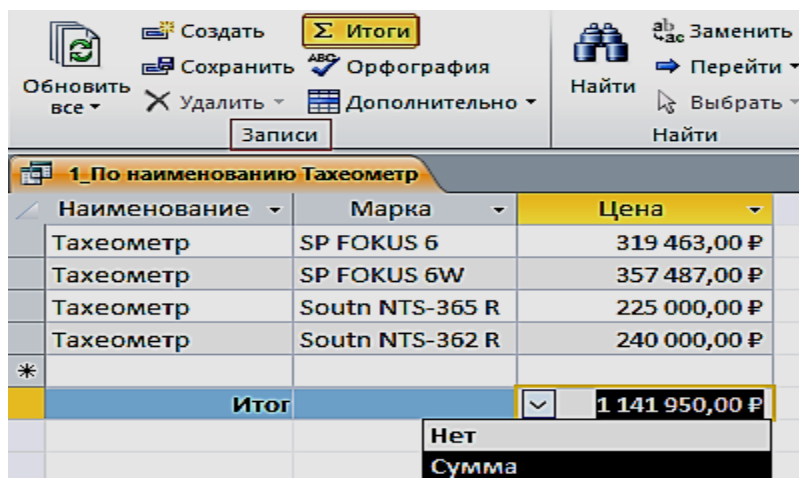

Рис. 2.20. Результат отображения строки итогов с расчетом суммы по столбцу
2. В строке **Итог** нажмите кнопку раскрывающегося списка в столбце «Цена», для которого требуется выполнить расчет, и выберите в списке **Сумма** (рис. 2.20).